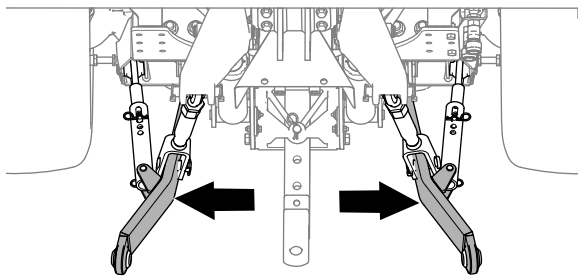

図 26
4. スタビライザーアーム図 26 を外側一杯に出す牽引車両のオペレーターズマニュアルを参照。